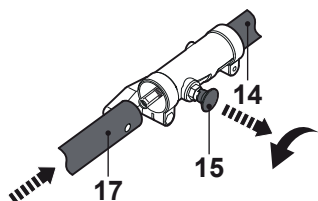

Fig. 4
- > Tirer la goupille [15] et insérer le tube de transmission bas [17] dans le tube haut [13]. La goupille de verrouillage doit être introduite dans le trou du tube du bas. (Fig.4).